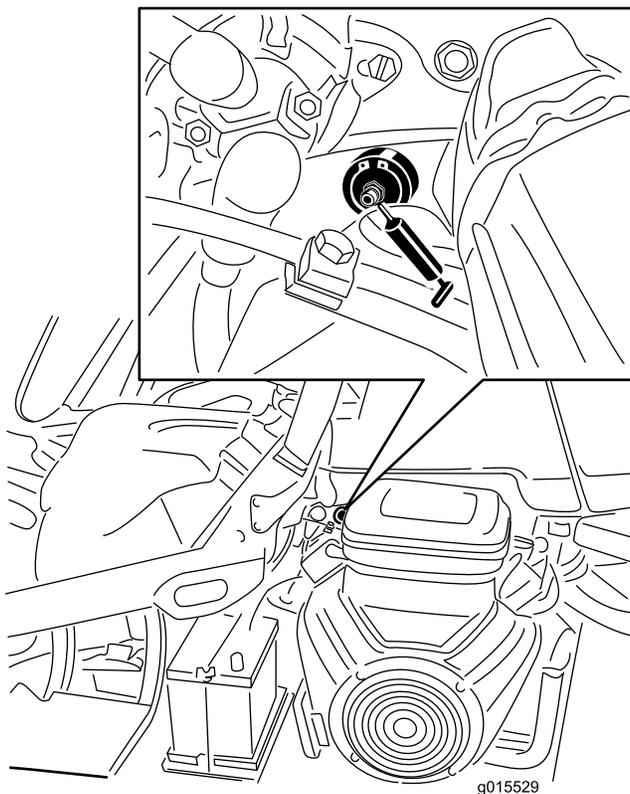

Figura 41
1. Limpie el punto de engrase para evitar que penetre materia extraña en el cojinete o el casquillo (Figura 41).